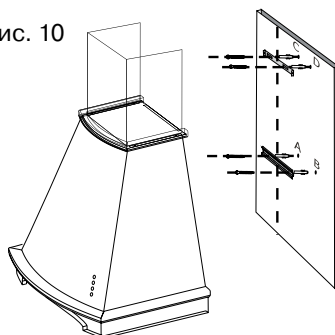
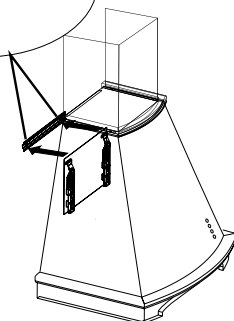

Рис. 12
Рис. 11
3. Ослабьте винты (G) с тыльной стороны вытяжки (см. рис. 11), фиксирующие крепежные крючки. Поднимите крепежные крючки, с помощью которых вытяжка подвешивается на планку (А, В), в крайнее верхнее положение. Установите сверху на вытяжку декоративный короб воздуховода (см. рис. 12) и подвесьте ее на планку (А, В), воспользовавшись для этого крепежными крючками (см. рис.13).